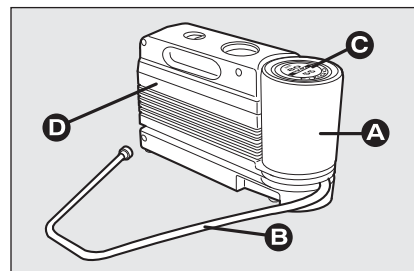

fig. 2
- une bombe **A-fig. 2** contenant le liquide pour sceller munie de:
- tuyau de remplissage **B-fig. 2**;
- adhésif **C-fig. 2** indiquant "max. 80 km/h", que le conducteur doit appliquer visiblement (sur la planche de bord) après avoir réparé le pneu;
- un compresseur **D-fig. 2** muni d'un manomètre et de raccords, trouvable dans le compartiment;